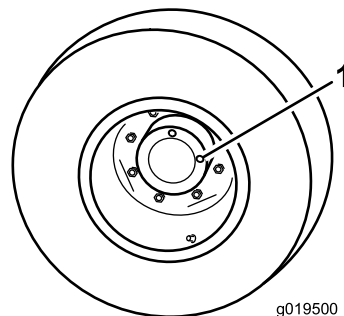

Figure 65
1. Amenez la machine sur une surface plane et horizontale, tournez la roue de sorte qu'un bouchon de contrôle (Figure 65) soit à la position 12 heures et l'autre à la position 3 heures.
1. Bouchon de contrôle/vidange (2)
- Retirez le bouchon qui est à la position 3 heures (Figure 65).